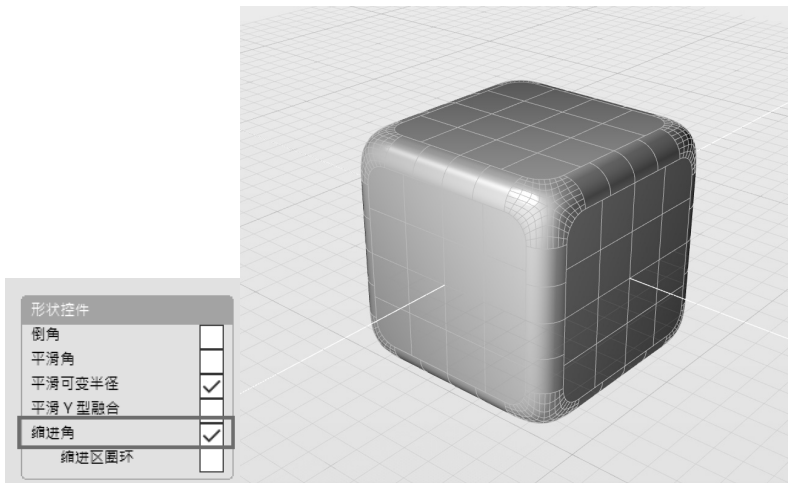

图 4-161 设置缩进角（左）以获得运行结果（右）
3) 保持对象处于选中状态，在控制面板中，在“形状控件”参数下勾选“缩进角”复选框，随后单击“运行（Alt+G）”按钮执行此操作，获得效果如图 4-161 所示。